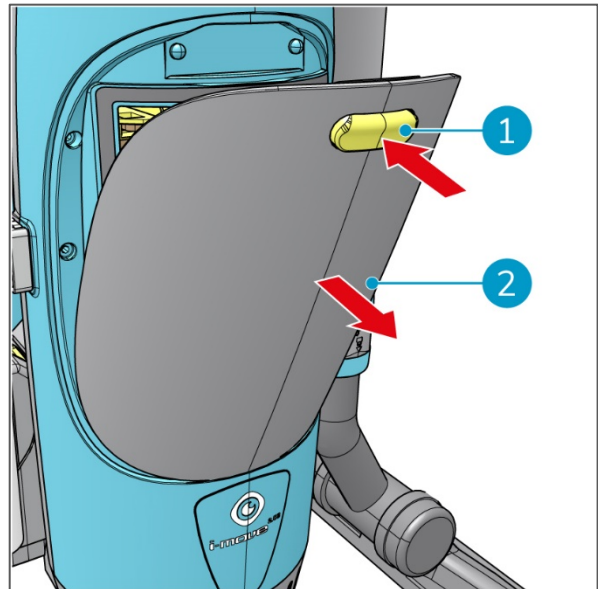

Figura 21
2. Presiona el botón amarillo (Figura 21, pos. 1) para desbloquear la tapa.
3. Retira la tapa (Figura 21, pos. 2).
7. Vuelve a colocar la tapa (Figura 21, pos. 2).